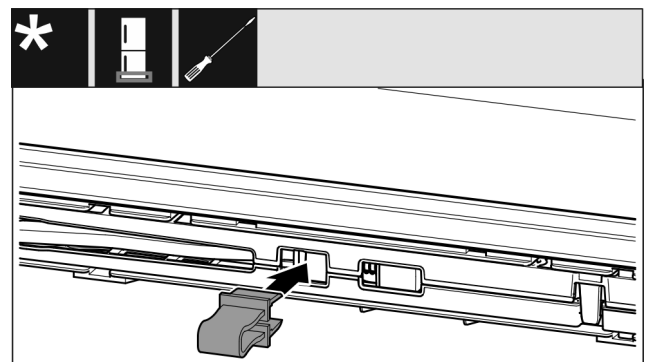

Fig. 18
- Sicherung in Öffnung einrasten. (siehe Fig. 18)